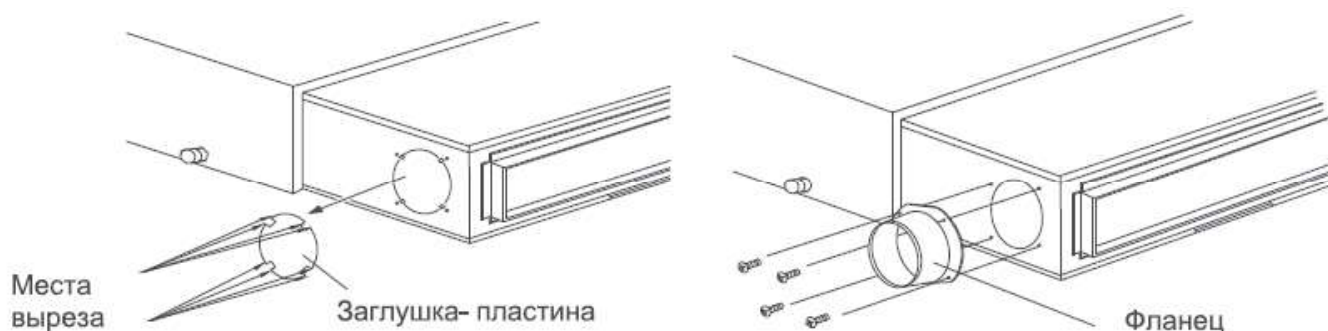

Рис. 11.12
11.2.6. Установка круглого воздуховода притока свежего воздуха (рис. 11.12).